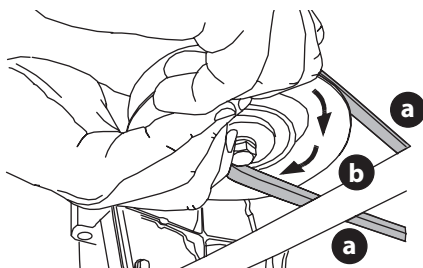

Figure 47
- d. Maintenez la courroie de la prise de force (a) vers le bas et continuez de tourner la poulie de la prise de force (b) jusqu'à ce que la courroie de la prise de force (a) soit complètement dégagée de la poulie de la prise de force (b) (Figure 47).
10. Tenez la courroie de la prise de force et la poulie, puis tournez la poulie vers la gauche (Figure 47 à la page 107). Continuez à tenir et à tourner la poulie et la courroie de la prise de force jusqu'à ce que la courroie soit complètement enroulée autour de la poulie de la prise de force.